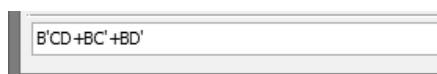

图 4.5.12 得到最简表达式
(4) 真值表转换为最简表达式: 单击  图标, 得到最简表达式, 如图 4.5.12 所示。考虑约束项的函数化简会比不考虑约束项的函数化简结果更简, 从最简表达式结果可知, 化简后只有三个变量, 三个乘积项。